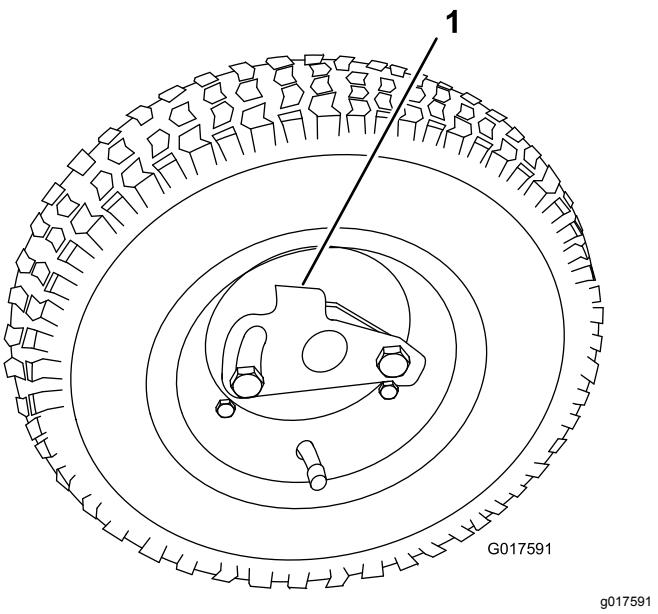

Figura 10
3. Gire el clip de retención de la rueda alejándolo del centro de la rueda, dejando que esta entre más en el eje (Figura 10).